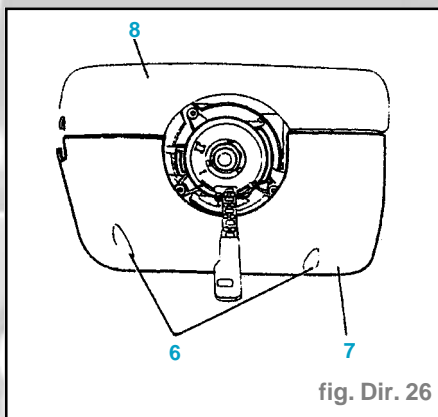

fig. Dir. 26
- Déposer : (fig. Dir. 26)
- les fixations (6),
- la gaine inférieure (7).